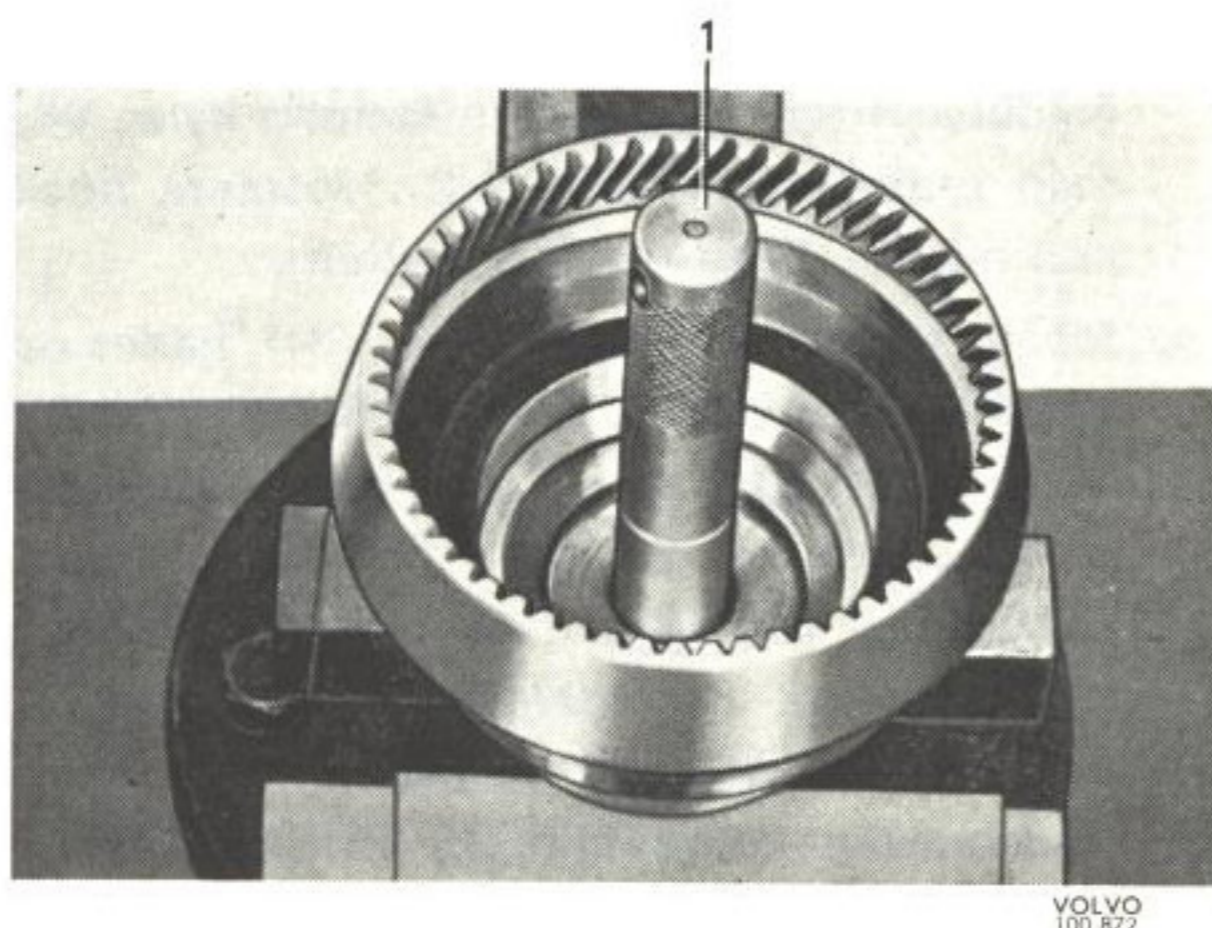

Bild 18. Montering av nållager, utg. axel
1. Sätt i främre låsringen för lagret (28) i bakre hushalvan. Pressa i lagret med dorn SVO 2413.
2. Pressa stödlagret (31) för växellådans huvudaxel i utgående axeln (25) med dorn SVO 2417, se bild 18. Pressa främre lagret på utgående axeln med dorn SVO 2412.